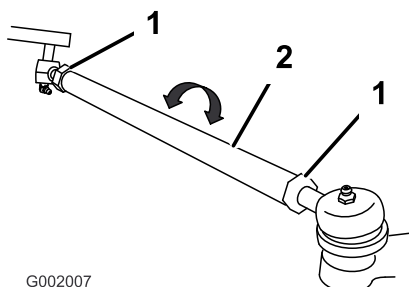

Figura 55
- Si la distancia no está en el intervalo especificado, afloje las contratuercas en ambos extremos de las bielas (Figura 55).